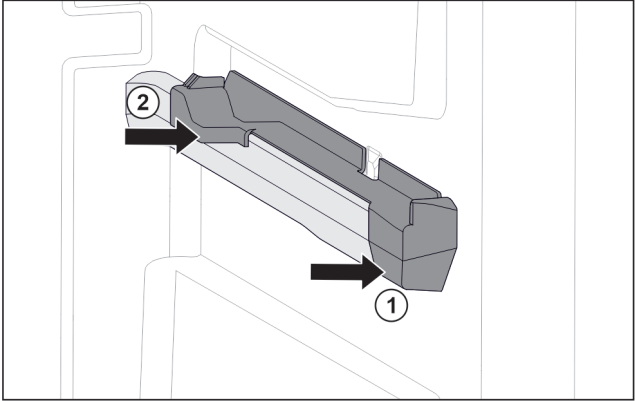

Fig. 102 右侧容器肋梁上的插装件
► 将插装件前部放到容器肋梁上。 Fig. 102 (1)
► 压紧插装件后部。 Fig. 102 (2)